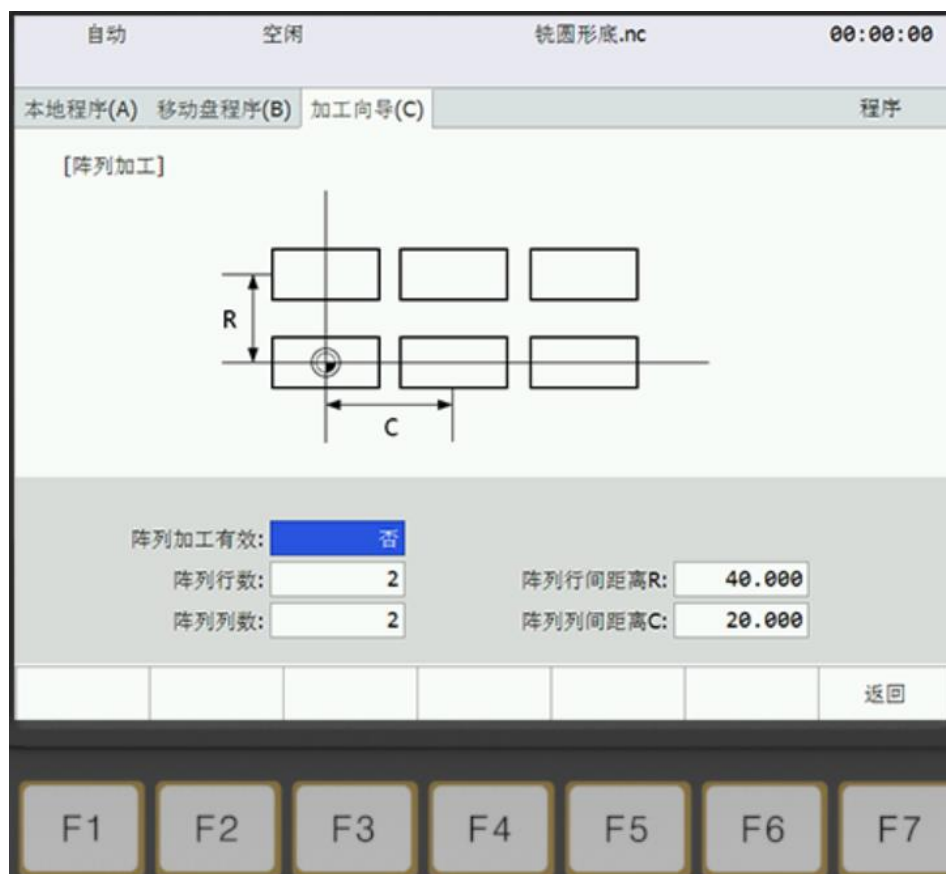

图 7-3 阵列加工
1. <程序> →<C 加工向导> →< F7 阵列加工> (弹出图 7-3 所示界面)。